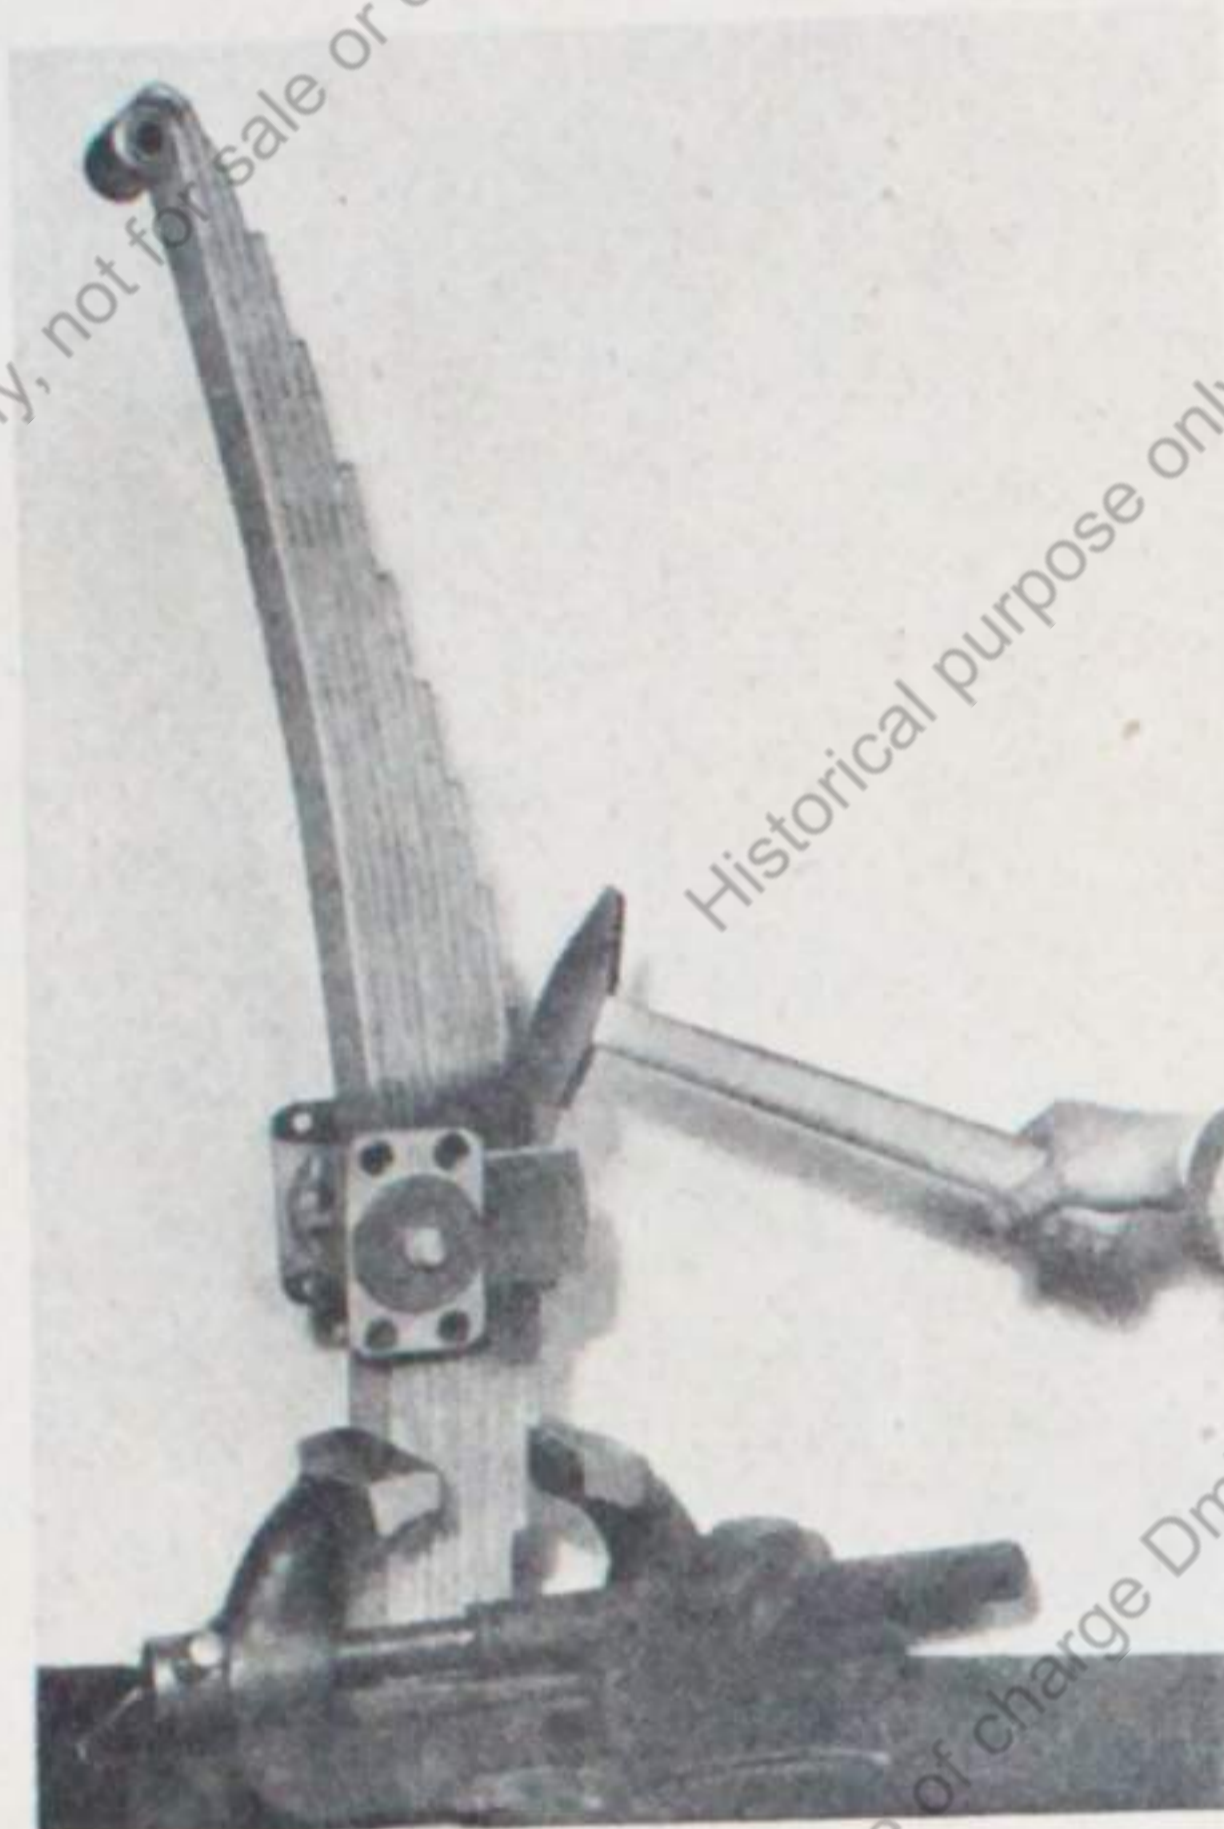

Bild 8
3. Feder in Spannvorrichtung oder Schraubstock so einspannen, daß die beiden Klemmkeile, die die Blattfeder im Federlager auf Spannung halten, herausgeschlagen werden können (Bild 8)